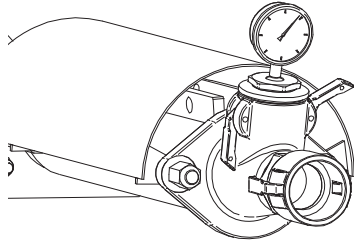
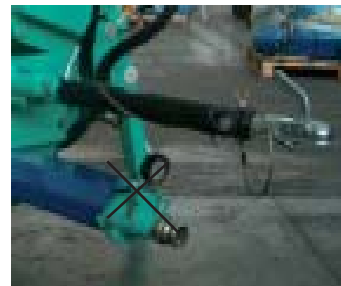

Abb. 2
Abb. 3
**!** - Vor dem Abtrennen der Schläuche muss immer der Druck abgelassen werden. Hierzu die Exzentrerschnecke einige Sekunden in entgegengesetzter Richtung drehen lassen. Das Manometer (Abb. 2) muss einen Druck von 0 bar anzeigen.
## 8. TRANSPORTIERBARKEIT (Abb. 3)
Vor dem Abschleppen der Maschine den Druckmesser (Abb. 2) abnehmen und die Deichsel so positionieren, dass sich die Zugkupplung bei waagrecht stehender Maschine und waagrechtem Deichselelendstück auf der Höhe der Anhängerkupplung befindet. Die einzelnen Deichselelemente arretieren (Abb. 3), das Sicherheitskabel montieren, das Stromkabel der Rücklichter anschließen, den Mischkübel mit dem Bolzen sichern (Abb. 1, Bez. 21) und die Fahrradschutzstange (Abb. 1, Bez. 9) anbringen. Die Stellfüße anheben und arretieren. Den Reifenfülldruck und die Funktionstüchtigkeit der Beleuchtungen prüfen und sicherstellen, dass auf der Maschine keine Komponenten oder sonstige Materialien (Sieb, Materialsäcke, Schläuche, Werkzeug usw.) abgelegt sind. Den allgemeinen ordnungsgemäßen Zustand der Maschine kontrollieren.
Das Mischwerk probeweise über den rechten Mischerhebel betätigen (Bez. 8, Abb. 3): Ist der Hebel nach oben gestellt, dreht das Mischwerk korrekt, bei abgesenktem Hebel dreht es in die entgegengesetzte Richtung.